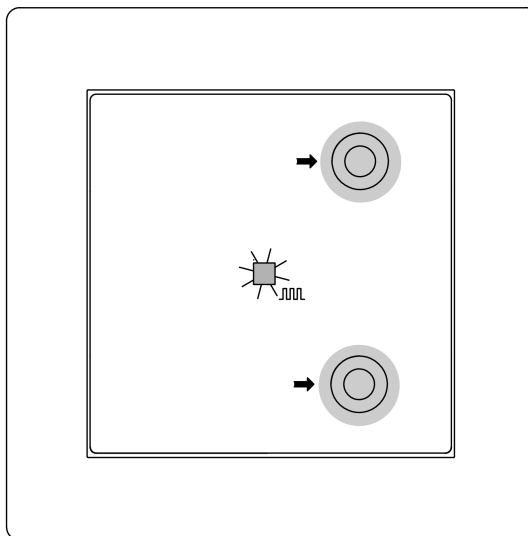
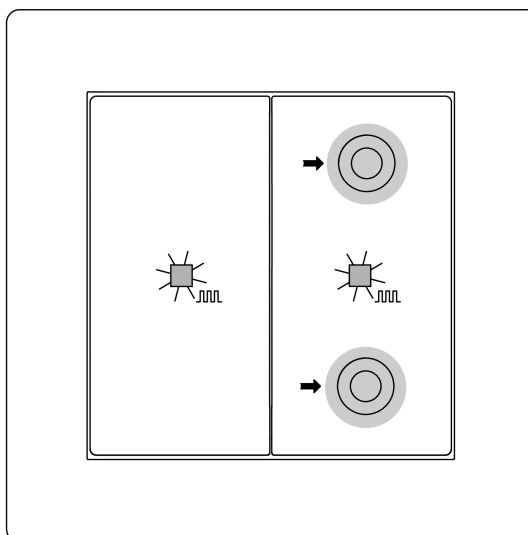

Figura 5: Attivare la modalità di programmazione (a 1 moduli)
Figura 6: Attivare la modalità di programmazione (a 2 moduli)
Programmazione dell'indirizzo fisico e del programma applicativo (Vedi figura 5) a 1 modulo e (Vedi figura 6) a 2 moduli
- Attivare la modalità di programmazione: premere contemporaneamente il tasto in alto a destra e il tasto in basso a destra e tenerli premuti per > 4 secondi per (Vedi figura 5) a 1 modulo e (Vedi figura 6) a 2 moduli.